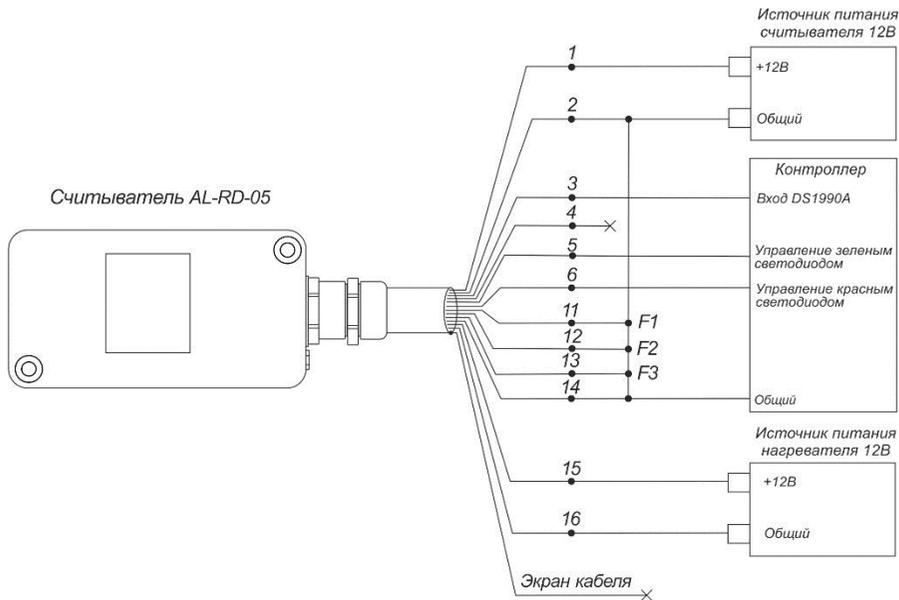

Рисунок 4 - Схема подключения счетчика в режиме DS1990A
3.1 Подключить считыватель к контроллеру СКУД в соответствии со схемой включения (рисунок 4 или 5).